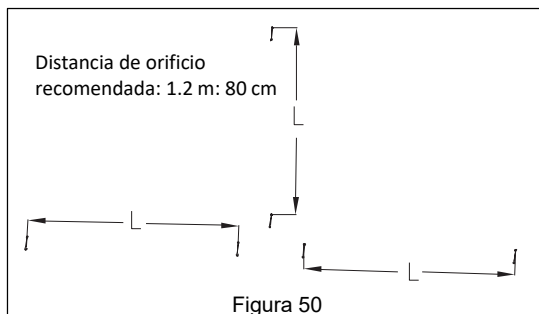

Figura 50
3. Haz las marcas de montaje en el techo para las lámparas, consulta las **Instrucciones de montaje** para suspender la lámpara. **Ver Figura 50.**